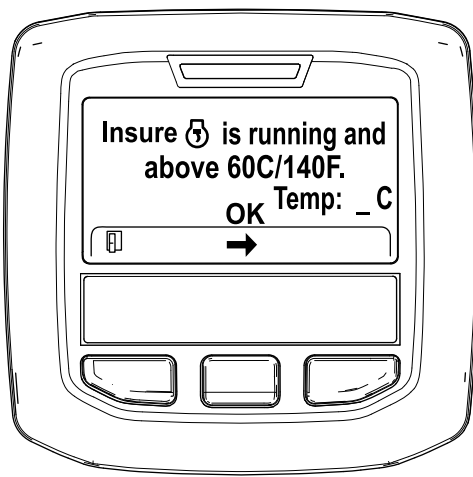

Figure 44
5. Si la température du liquide de refroidissement est inférieure à 60 °C, le message « Insure  is running and above 60C/140F » (vérifier que *** fonctionne et est supérieure à 60 °C/140 °F) s'affiche (Figure 44).